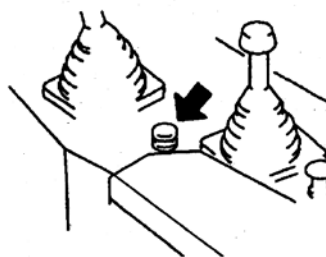

Рис. 2-26.
2.2.2.3 Переключатель звукового сигнала (Рис. 2-26)